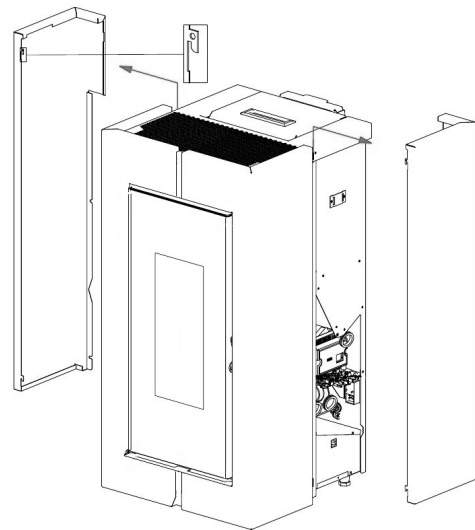

Fig. 52 - Desenganche las paredes laterales
- Enganche el panel en los asientos correspondientes (ver **Fig. 52**).